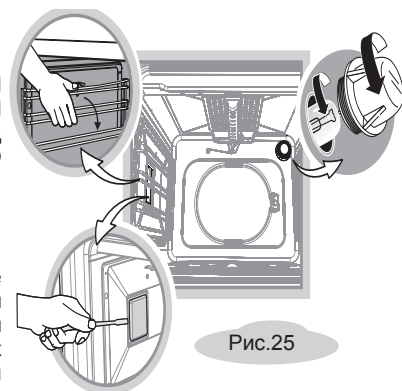

Рис.25
- Открутите стеклянный плафон (рис. 25).
- Плафон боковой подсветки, при наличии, снимается с небольшим усилием. (рис. 25).